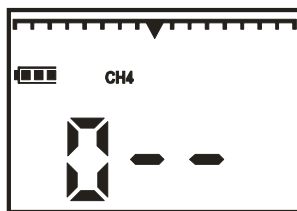

Рисунок 9.2
1) на воздухе, не содержащем горючих газов, перевести газоанализатор в режим "ПОДСТРОЙКА НУЛЯ". Для этого необходимо при нажатой кнопке "РЕЖИМ" включить газоанализатор. После появления на индикаторе надписи "0 - -" отпустить кнопки (рисунок 9.2).
1) при нажатой кнопке "РЕЖИМ" включить газоанализатор. После появления на индикаторе надписи «0 - -» отпустить кнопки (рисунок 9.2);